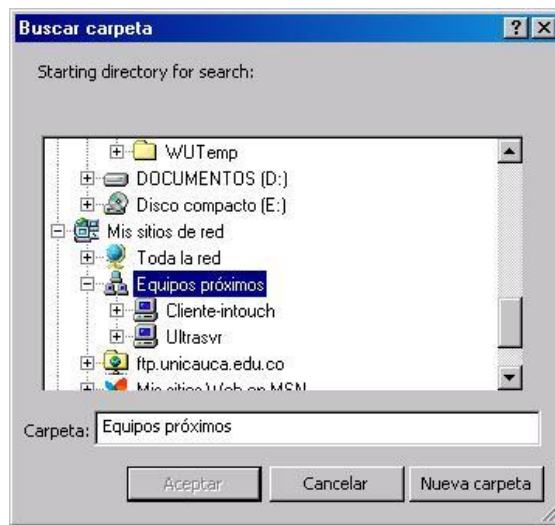

Figura 18. Ventana Buscar carpeta
- Al dar clic sobre la opción **Find application** aparece la ventana **Buscar carpeta** Figura 18, que permite explorar la estructura de directorios en *Equipos Próximos* en la red de trabajo de Microsoft Windows con el objetivo de buscar el directorio que contiene la aplicación que se desea distribuir. En este caso la aplicación se encuentra localizada en la máquina servidor *Ultrasvr* (nodo de desarrollo) y se va a acceder a ella desde la máquina cliente *Cliente-InTouch* (nodo de visualización).
Como se puede apreciar en la Figura 18 tanto el nodo de desarrollo como el nodo de visualización, se encuentran bajo el mismo Grupo de Trabajo de la Red de Microsoft Windows, que utiliza para la comunicación entre sus miembros el protocolo TCP/IP. Microsoft hace que el trabajo con TCP/IP sea una tarea muy sencilla. El Servidor de Windows NT incorpora Cliente de Red para Windows para Trabajo en Grupo y sistemas operativos tales como Windows 95, Windows NT o superiores que soportan TCP/IP. También tiene la capacidad de administrar la asignación de las direcciones y nombres TCP/IP de forma dinámica. Otra razón clave por la cual es muy utilizado este protocolo en la comunicación entre el cliente y el servidor, es que rápidamente ha sido adoptado como protocolo elegido por los suministradores de PLC.